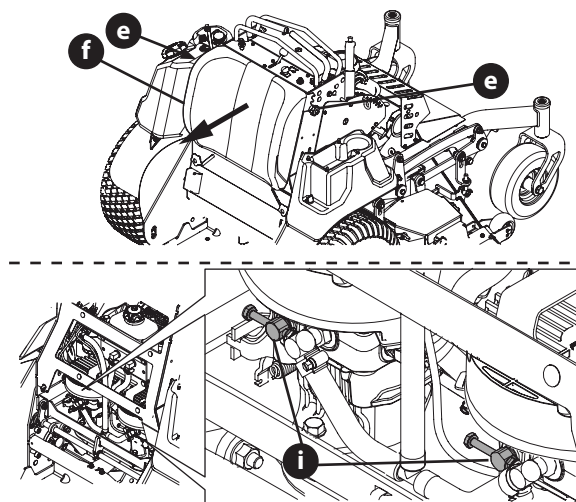

Figura 2
3. Realice lo siguiente para abrir las dos válvulas de derivación de la transmisión hidrostática (Figura 2):